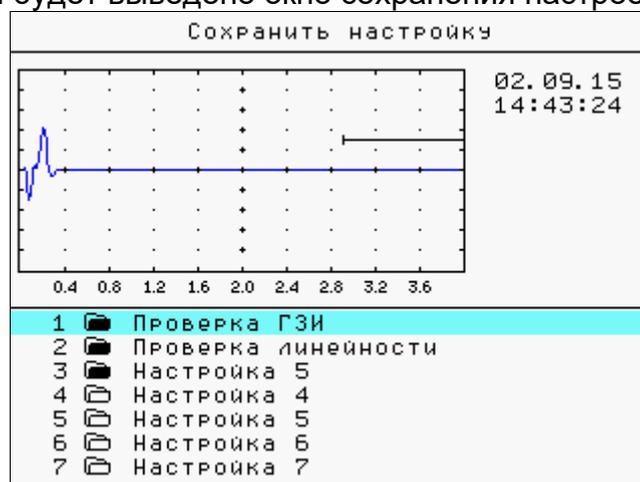

Рис. 6.28 Окно сохранения настроек
**Шаг 1.** Выберите пункт «СОХРАНИТЬ НАСТРОЙКУ» в меню «НАСТРОЙКИ» и нажмите клавишу . На экран будет выведено окно сохранения настроек (рис. 6.28)